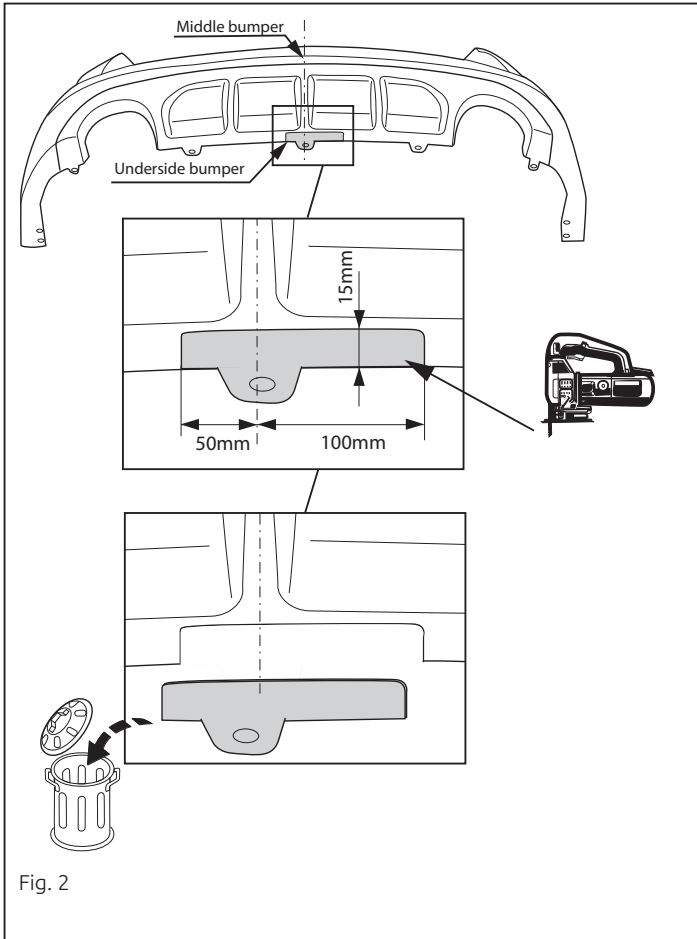

Fig. 2
- Для автомобилей Kia Sportage:** Выпилить часть из бампера в середине снизу, как указано на рис. 2.